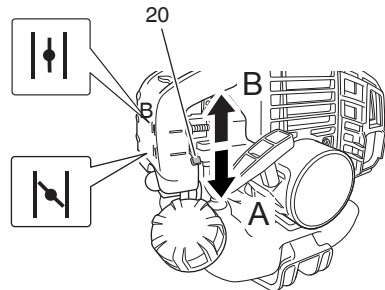

Fig. 15
2. Ajuste la palanca del estarter (20) en START (cerrada) (A) (Fig. 15)